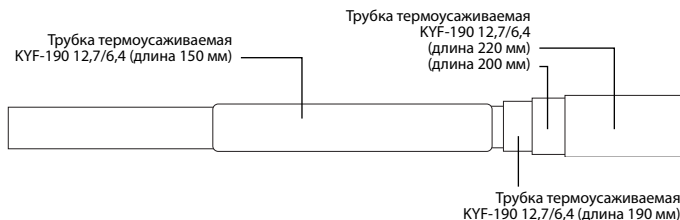

Рис. 21
7.8. На полученное соединение надеть термоусаживаемую трубку KYF-190 12,7/6,4 длиной 150 мм (см. рис. 21) и термоусадить ее воздушным термопистолетом при температуре $+350$ °C в течение 2,5 мин.